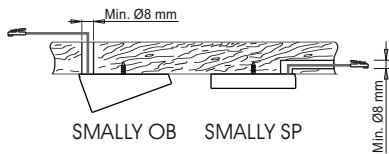

Fig 7
- If necessary, bore a $\varnothing \geq 8$ mm exit hole for the power supply cable as illustrated in figure 7.
- Für den Austritt des Netzkabels ggf. eine Bohrung mit $\varnothing \geq$ 8 mm ausführen (siehe Abb. 7).